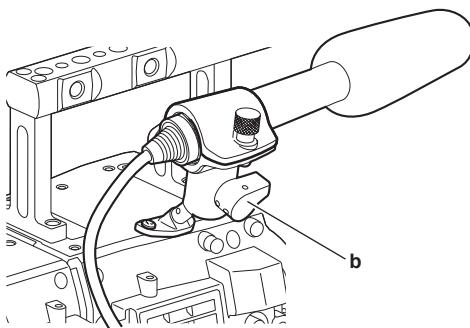

図 3
- 3 ロックレバー (b) をゆるめ、マイクの角度を調整し、ロックレバーを締める。(図 3)